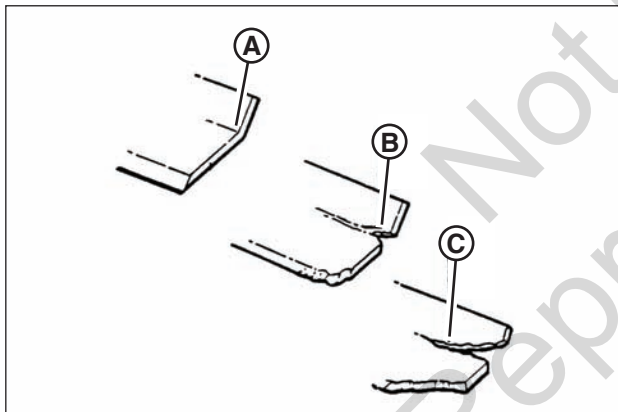

Figure 18: Limites d'usure de lame standard
1. Inspectez régulièrement la lame (**Figure 18**) pour déceler d'éventuels signes d'usure excessive ou des dommages :
- (A) Nouvelle lame
- (B) Limite d'usure (des encoches commencent)
- (C) Conditions dangereuses! Ne pas utiliser sur la tondeuse! Remplacez par une lame neuve.